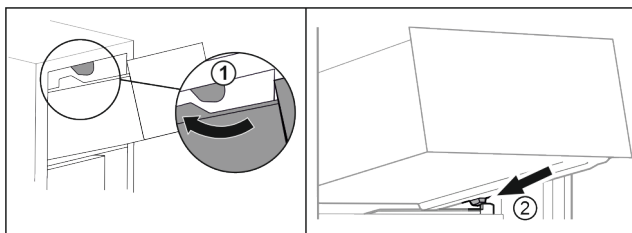

Fig. 21
- ▶ Poprowadzić szufladę wokół górnego stopera Fig. 21 (1).
- ▶ Założyć szufladę pod skosem za dolnymi stoperami na zębro pojemnika Fig. 21 (2).